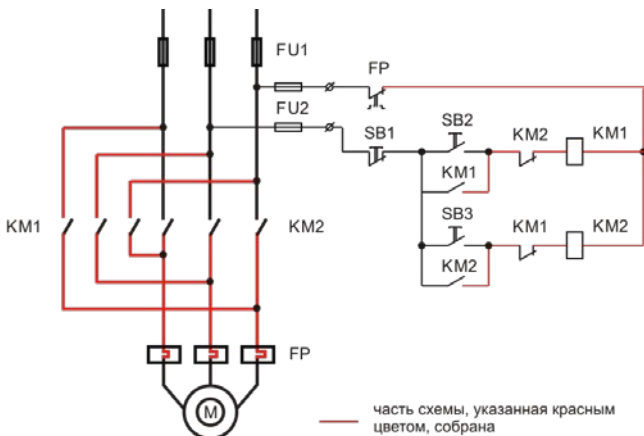

Рис. 5
5. Определить состав схемы (рис. 5), найти элементы схемы на щите. Собрать схему, проверить работу двигателя. Продемонстрировать работу.